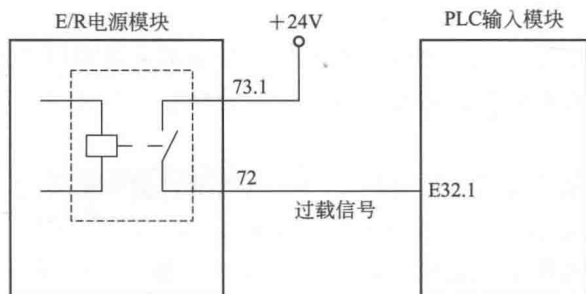

图 1-3 E/R 电源模块输出的过载信号
❶ 机床名称: ME810S 型加工中心。
❷ 数控系统: SINUMERIK 840D。
❸ 故障现象: 接通电源后, 系统自检正常。按下主轴和进给轴启动键, 使它们返回参考点, 但是各轴都不能动作, 显示器出现报警信息, 提示“没有轴使能信号”。
❹ 诊断排查:
(1) 检查电控部分, 发现 E/R 电源模块上的黄色指示灯没有亮, 而绿色指示灯亮起, 提示接在 63 #、64 #、68 # 端子上的外部使能信号丢失。
(2) 对这些端子所连接的信号进行检查后, 没有发现异常现象。
(3) 检查其他信号, E/R 电源模块通过 72 # 和 73.1 # 端子, 向 PLC 输送过载信号, 如图 1-3 所示。在电源模块内部, 72 # 和 73.1 # 端子连接到过载继电器的一对常开触点。